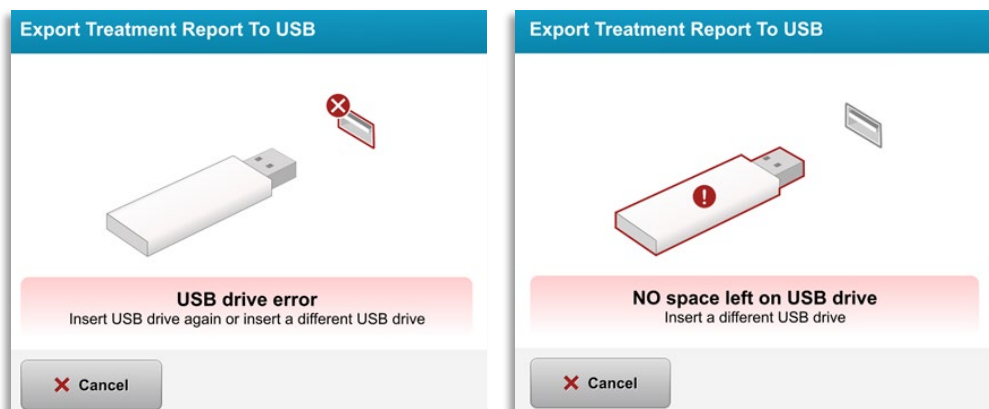

Figura 3-41. Erro pen USB e Sem espaço na pen USB
- o Se a pen USB estiver cheia ou o sistema não conseguir ler a pen USB, será mostrada uma mensagem de erro como mostrado na figura 3-41.